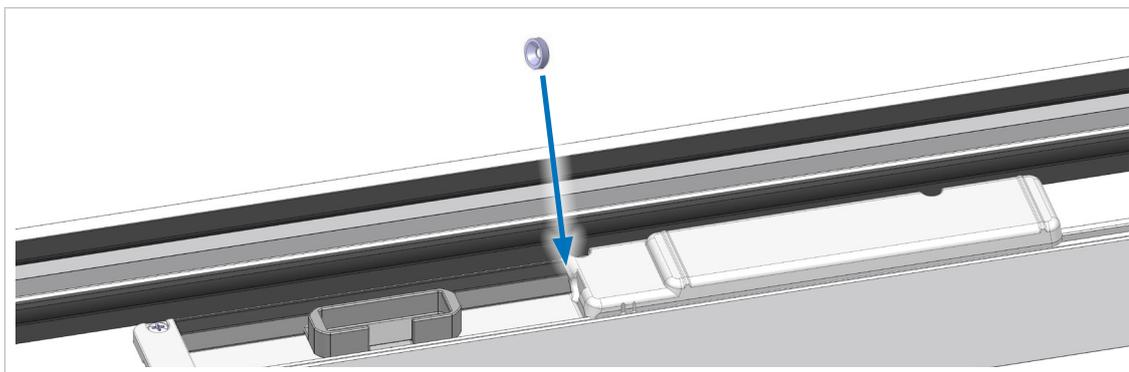

Abb. 19: Erneutes Auslösen einer Referenzfahrt
- a) Den Magnet vom Flügelprofil abschrauben und für mindestens 5 Sekunden in die Vertiefung am Gehäuse halten (Abb. 19).